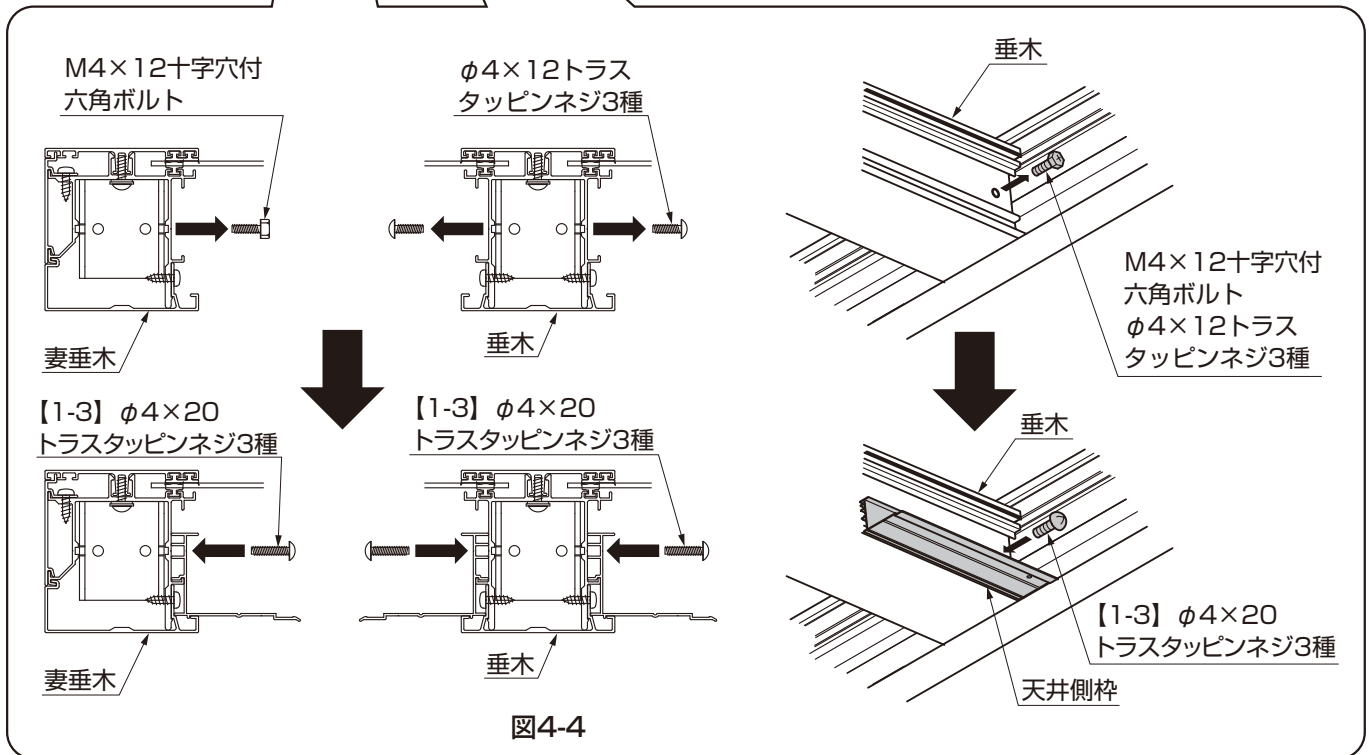

図4-4
- ② 垂木掛け側から「M4×12十字穴付六角ボルト」および「φ4×12トラストタッピンネジ3種」を取外して、取外した穴に【1-3】で天井側枠を取付けてください。(図4-4参照)